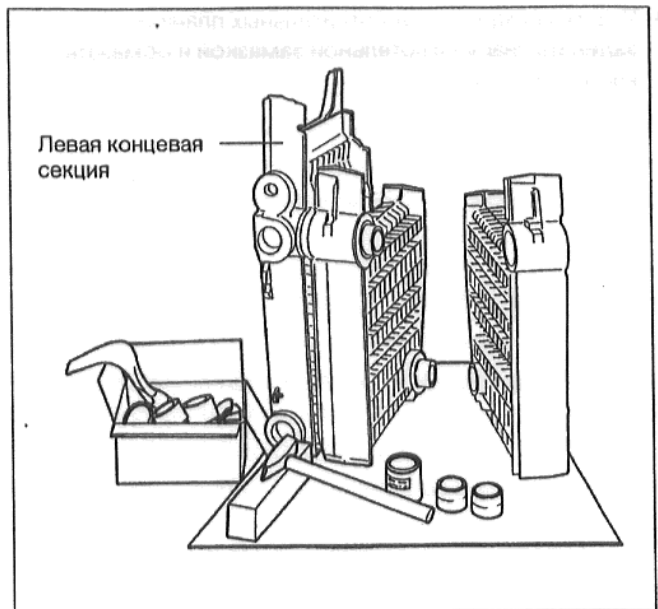

Рис. 3
- Установить левую концевую секцию опорой секции вверх (Рис. 3).
- Приставить и слегка подбить первую срединную секцию котла (Рис. 3).